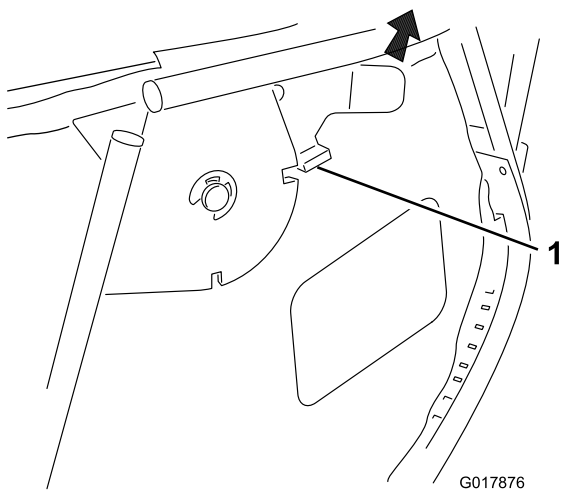

Figura 15
1. Abra el cierre de bloqueo (Figura 15).